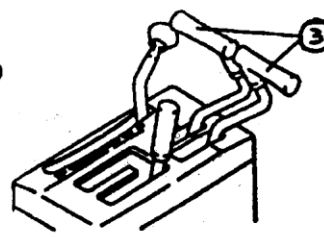

Рис. 2-6.
#### 2.2.1.3. Рычаг рулевого управления (3) (Рис. 2-6)